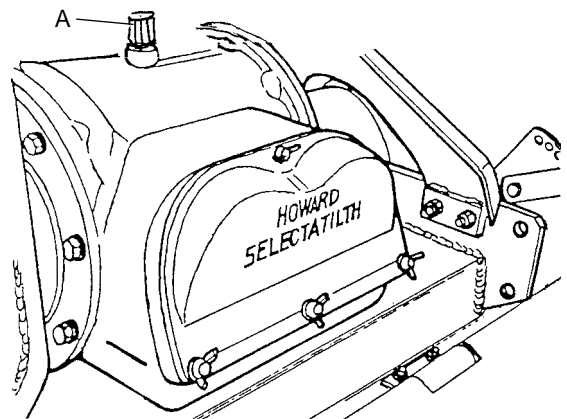

Fig. 5
Riempimento de11a scatola del cambio fino alla linea del indicatore (C). Vedere Fig 5